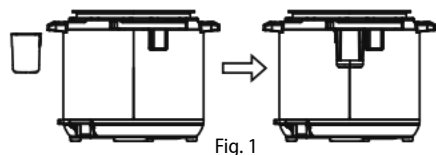

Fig. 1
- Coloque el colector de condensado (9), Fig. 1.